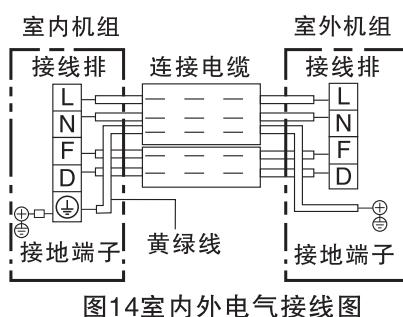

图14室内外电气接线图
- 用附件⑨及⑪连接电缆按接线图示要求正确地连接室内外机组，绝对不可连接错误（如图14）。
- 接地线必须根据图14所示用连接电缆中黄/绿色导线接至带有“”标记的接线端子上。